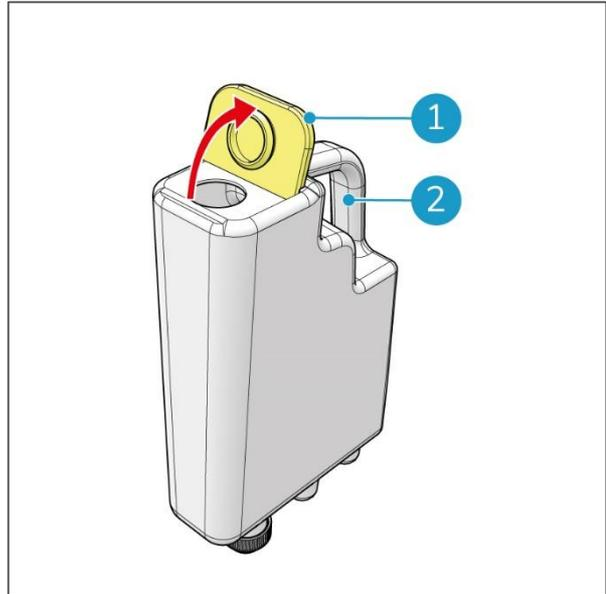

Abbildung 52
1. Nehmen Sie den Reinigungsmitteltank am Griff (Abbildung 52, Pos. 2) heraus und stellen Sie ihn auf einer ebenen Fläche ab.
2. Öffnen Sie den gelben Einfülldeckel (Abbildung 52, Pos. 1).